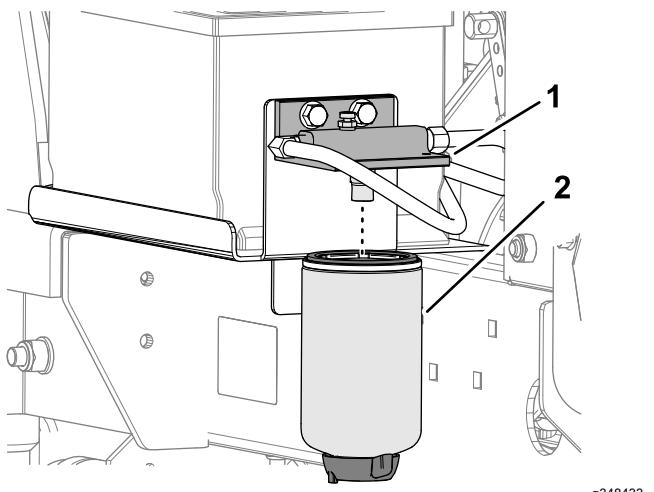

Figura 69
3. Coloque un recipiente limpio debajo del filtro de combustible (Figura 69).
7. Limpie la zona alrededor de la cabeza del filtro de combustible (Figura 69).
8. Retire el cartucho del filtro y límpie la cabeza del filtro (Figura 69).